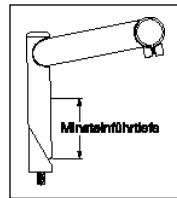

Fig. 1
- Pressen Sie den Steuersatz-Lagerkonus (26,4 mm Innendurchmesser für 25,4 mm (1 Zoll) Gabelschäfte, 29,9 mm Innendurchmesser für 28,6 mm (1 1/8 Zoll) Gabelschäfte) fest auf die Oberseite des Gabelkopfes an. Bringen Sie dann die Gabeleinheit an das Fahrrad an. Vergewissern Sie sich, daß ausreichende Gewindedrehungen zum einwandfreien Anziehen des Steuersatzes vorhanden sind. Bei Lenkern ohne Gewinde (Aheadset-Ausführung) muß sichergestellt werden, daß eine ausreichende Länge zum Befestigen des Vorbaus vorhanden ist (siehe die Anweisungen des Herstellers des Vorbaus). Stellen Sie den Steuersatz so ein, daß kein Spiel oder Widerstand fühlbar ist. (Siehe Abb. 1.)